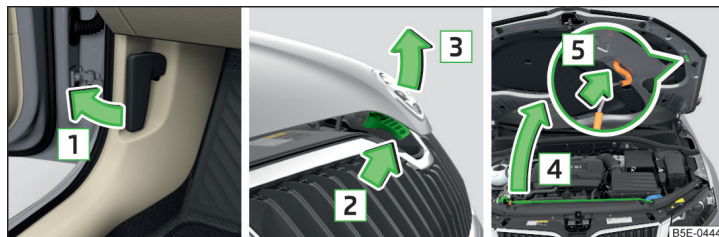

Fig. 196 Deschiderea capotei
- Trageți de maneta de deblocare de sub planșa de bord, în sensul săgeții 1 » fig. 196.